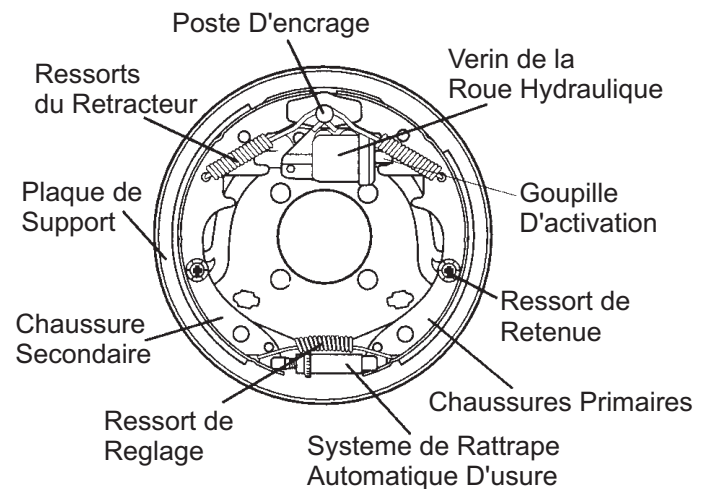

Figure 56. Composants du Frein Hydraulique
2. Pour couper le moteur en cas d'urgence, placez les disjoncteurs **PRINCIPAL**, **GFCI** et de **CHARGE** (Figure 56) en position **OFF** (désactiver).
La Figure 56 affiche les principaux composants de frein de courant d'intensité nécessitant l'inspection et la maintenance. Veuillez inspecter ces composants tel que requis en vous servant des étapes 1 à 8 et du tableau 15 tel qu'indiqué ci-dessous :
Les freins hydrauliques (Figure 56) ne nécessitent pas une attention particulière en dehors de l'entretien de routine à l'instar du remplacement du sabot et de la garniture. Les garnitures de frein doivent être périodiquement vérifiées pour déceler toutes anomalies telles que des craquelures, des nœuds ou des colmatages.